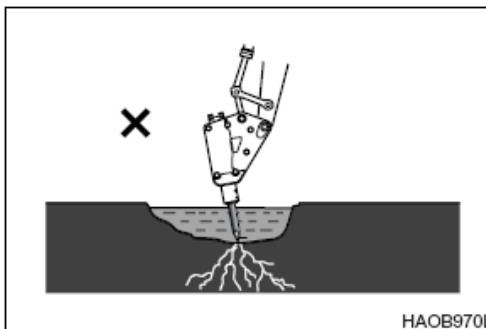

Figura 74
6. NO sumerja en el agua el cuerpo del martillo si no se ha equipado para este tipo de operación. De lo contrario, la junta sellante del martillo podría sufrir desperfectos y, por consiguiente, el sistema hidráulico se oxidaría al entrar en contacto con el agua. Por tanto, sumerja sólo la herramienta del martillo. Consulte Figura 74.